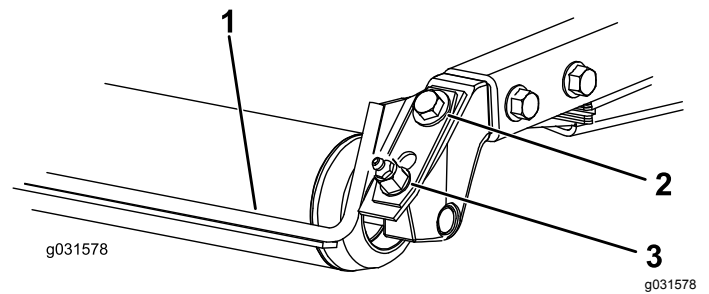

Figure 21
- Desserrez le graisseur et la vis de fixation (Figure 21).